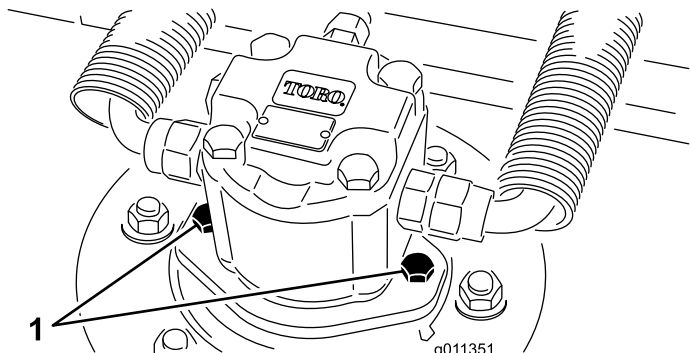

Bild 12
2. Schließen Sie den Hydraulikmotor von der Schneideinheit ab und nehmen Sie ihn ab (Bild 12). Decken Sie die Spindeloberseite ab, um einer Verunreinigung vorzubeugen.